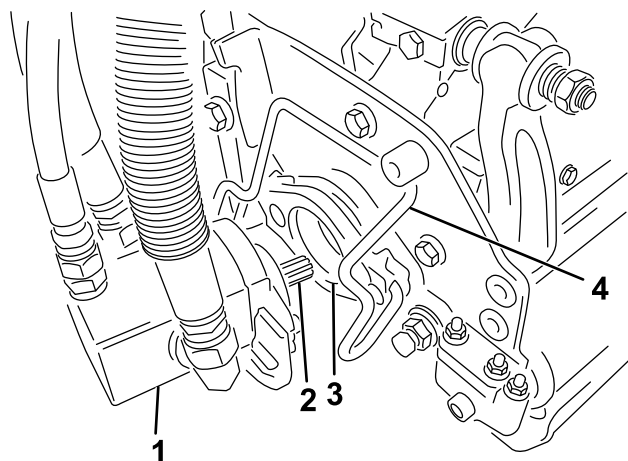

Рисунок 34
5. Нанесите на шлицевый вал электродвигателя режущего блока чистую консистентную смазку (Рисунок 34).
6. Вставьте электродвигатель в левую сторону режущего блока (если смотреть со стороны оператора) и вытягивайте фиксатор электродвигателя на режущем блоке в сторону электродвигателя до тех пор, пока не послышится щелчок с обеих сторон электродвигателя. (Рисунок 34).